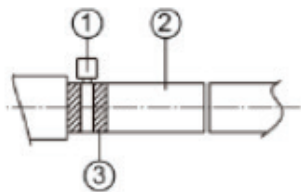

Рис. 5.3.2
1. Вставить дренажный шланг в отверстие и затянуть его лентой, см. рис. 5.3.2.